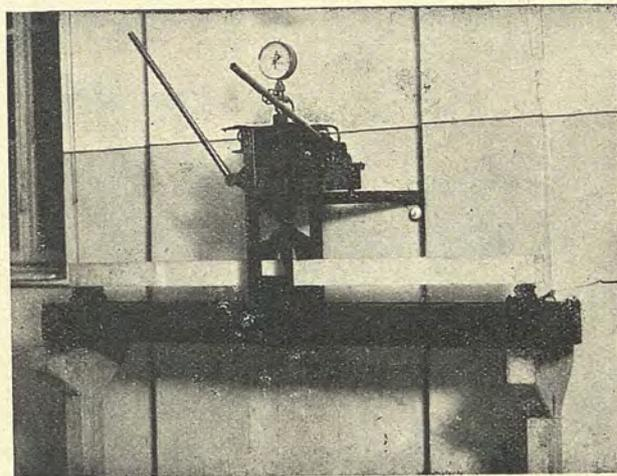

Figura 18.
5. — una macchina da cinque tonnellate per prove a flessione di dette travi di controllo, provvista dalla Ditta *Tonindustrie* e da noi modificata nel banco e nei coltelli (Figura 18).